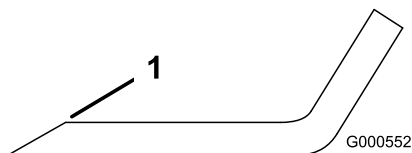

Figure 90
1. Au moyen d'une lime, aiguisiez les tranchants aux deux extrémités de la lame (Figure 90).
Remarque: Si la lame est déséquilibrée, limez un peu l'extrémité de l'ailette seulement (Figure 90).